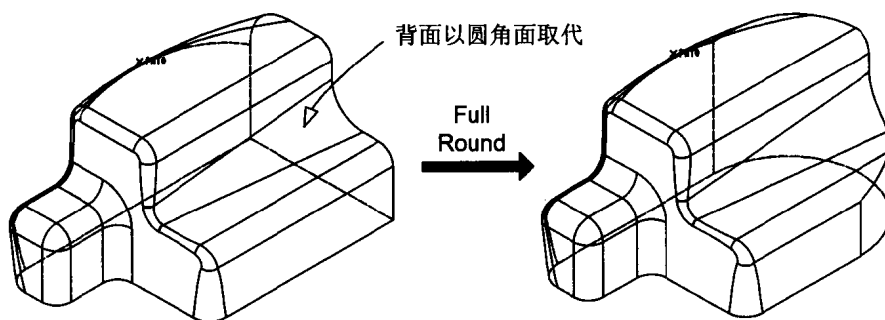

图 1.6
- Full Round: 将选定的面用圆角面取代 (见图 1.6)。